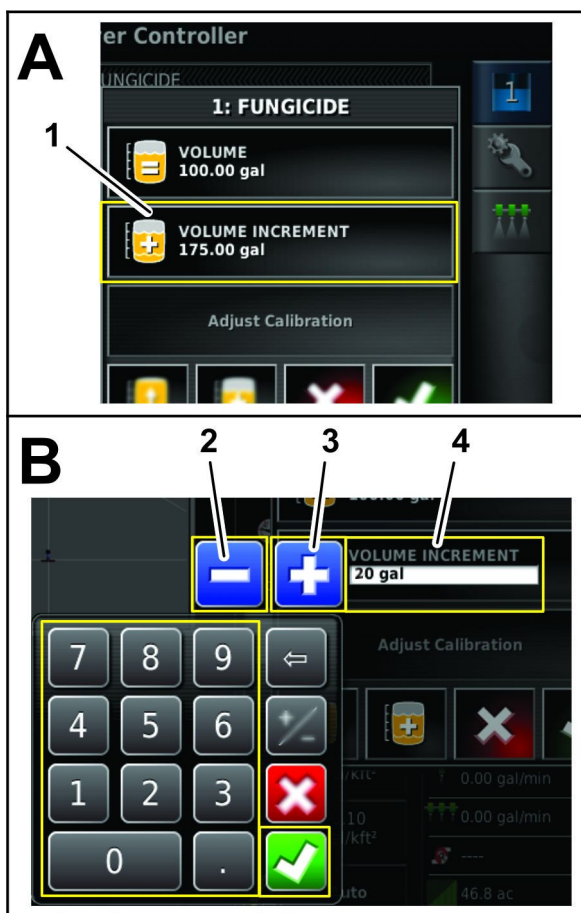

Figura 39
1. Pressione o ícone ABASTECER RESERVATÓRIO (Figura 39).